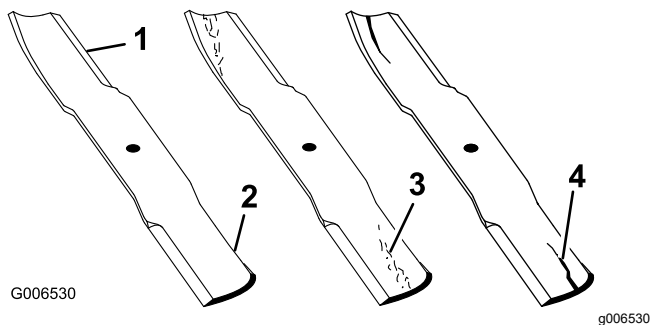

Figura 31
2. Examine cuidadosamente los extremos de corte de la cuchilla, sobre todo en el punto de reunión entre la parte plana y la parte curva de la cuchilla (Figura 31). Puesto que la arena y los materiales abrasivos pueden desgastar el metal que conecta las partes curva y plana de la cuchilla, compruebe la cuchilla antes de utilizar la máquina. Si se aprecia desgaste (Figura 31), cambie la cuchilla; consulte Cómo retirar e instalar la\(s\) cuchilla\(s\) (página 21).
Si se permite que la cuchilla se desgaste, se formará una hendidura entre la vela y la parte plana de la cuchilla (Figura 31). Con el tiempo, una parte de la cuchilla podría desprenderse y salir lanzada desde debajo de la carcasa, posiblemente causando lesiones graves a usted o a otra persona.